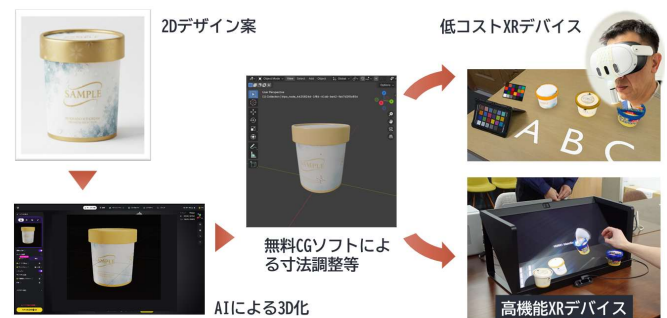

図 3 2D デザイン案を 3D 化し、XR デバイスで原寸大表示するワークフロー
図 1 の「デザイン選定」（工程③）では、クライアントが平面のデザイン案から立体的な PD を想像することが困難で、確信をもってデザインを決定することができないという課題があることがわかった。そこで 2D のデザイン案を、3D モデル生成 AI 等を用いて 3D 化し、XR デバイスで原寸大表示する 2 つのワークフローを考案した。一つは、低コスト XR デバイスと汎用アプリ等を用いた簡便なワークフローで、もう一つは、現実感をより重視する場合を想定し、高機能 XR デバイスと開発ソフト等を用いて、高度な色補正により色再現性を向上するワークフローである（図 3）。